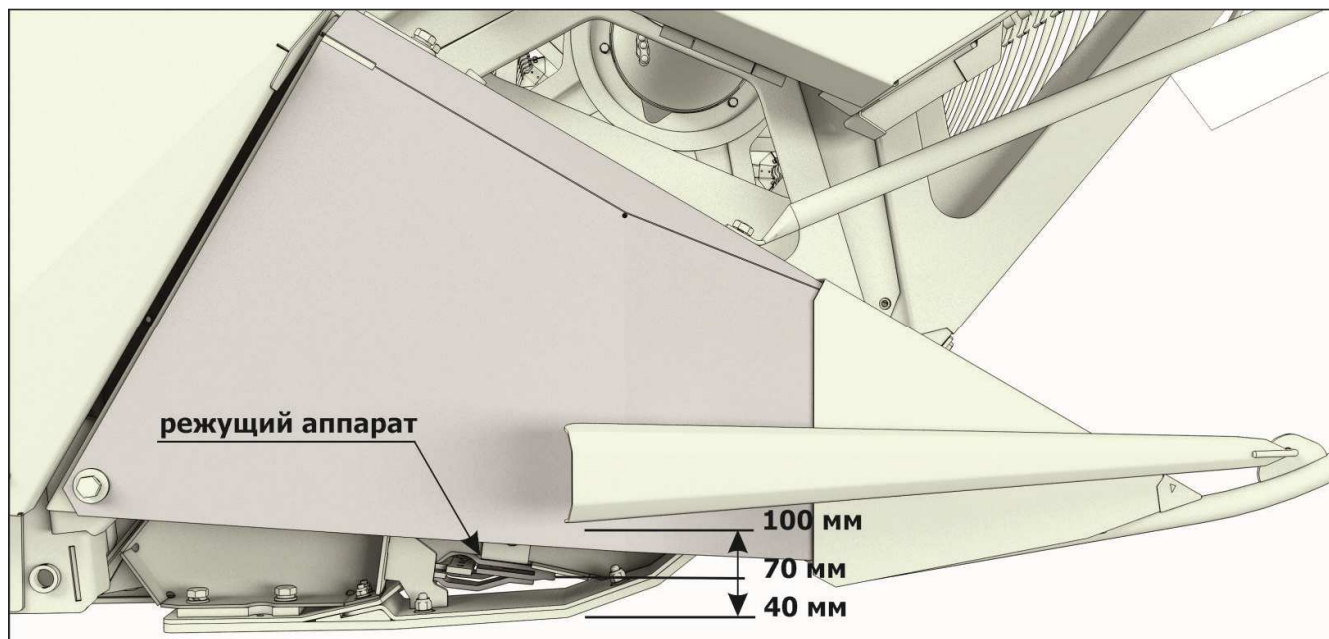

Рисунок 6.14 – Положение режущего аппарата при уборке зерновых
- ОТРЕГУЛИРОВАТЬ ФИКСАТОР РЫЧАГА, ОТКРУТИВ ДВА БОЛТА М 6х14, И ПРЕДВИНУВ ЕГО. ЭТО НЕОБХОДИМО ДЛЯ ОБЕСПЕЧЕНИЯ СООСНОСТИ ФИКСАТОРА И БОЛТА М10Х45 (рисунок 6.14).